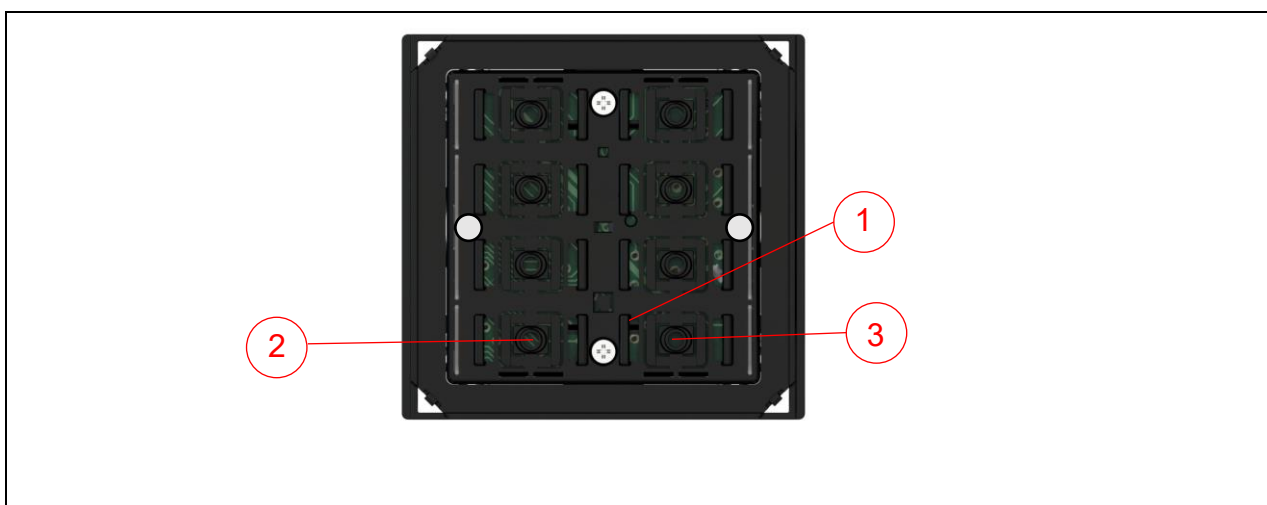

Figura 6 - Posizionamento dei sensori integrati nel dispositivo
Come accennato nelle Informazioni generali, il dispositivo è equipaggiato con 3 sensori integrati, tutti posizionati sotto il semiguscio di plastica, come evidenziato in Figura 6: temperatura (1), umidità relativa (2) e qualità dell'aria (3). La misura di quest'ultima grandezza è effettuata mediante sensore COV (Composti Organici Volatili), con segnale di uscita per TVOC e CO₂ equivalente.
In Figura 6, il sensore di temperatura è posizionato in (1).
In Figura 6, il sensore di umidità relativa è posizionato in (2).
In Figura 6, il sensore di qualità dell'aria è posizionato in (3).